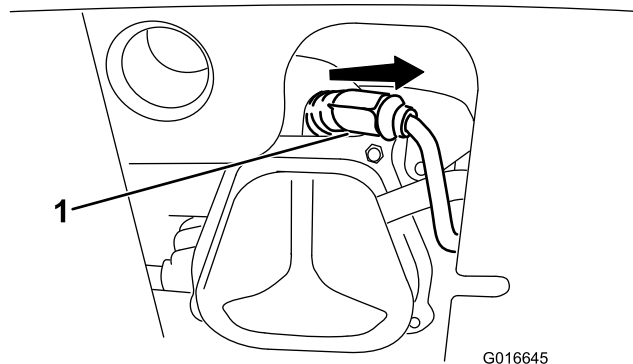

Figure 55
1. Enlevez le capuchon (Figure 55).